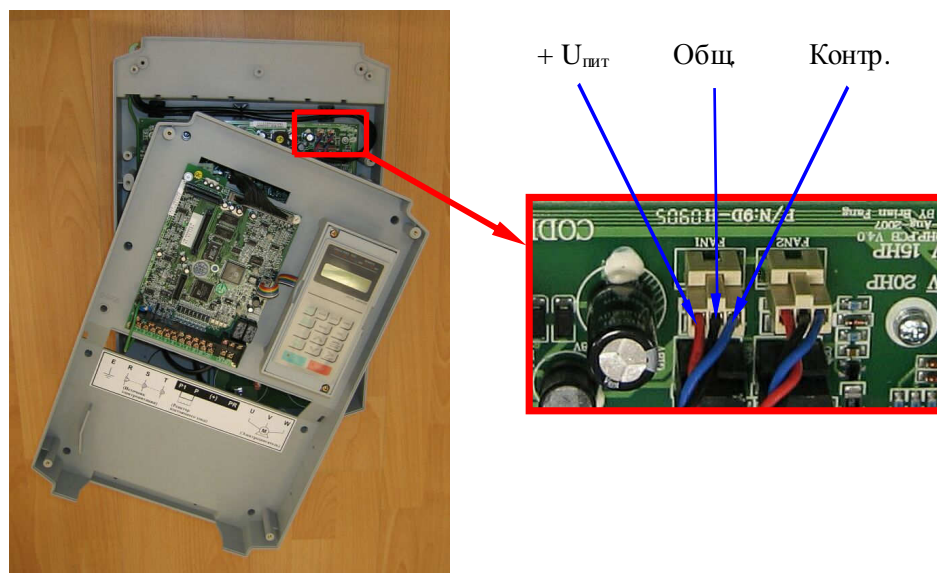

Рис. 4.10. Диагностика вентиляторов.
4.8.1. Соединить плату драйверов с платой ЦП при помощи шлейфа ЦП (табл. 4.1, поз.8). Взаимное расположение элементов должно гарантировать невозможность их случайного соприкосновения (см. рис.4.10).
4.10.3. Отсоединить разъем вентилятора от платы драйверов и проверить его вращение, подав напряжение  $\approx 24$  В от источника питания (п.3.4.2) между контактами +Uпит и Общ (рис.4.10). При отсутствии вращения – вентилятор заменить (п. 5.5).
- 4.10.5. В случае появления сообщения об ошибке «ОН2» поочередно измерить напряжение на разъёмах FAN 1 и FAN 2 между выводами Общ и Контр. (см. рис. 4.10). У исправного вентилятора напряжение при работе должно составлять менее 1 В. Если напряжение составляет 13...18 В - вентилятор неисправен. Неисправный вентилятор подлежит замене (п. 5.5).